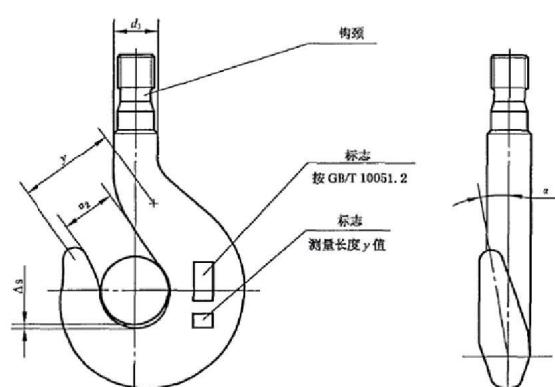
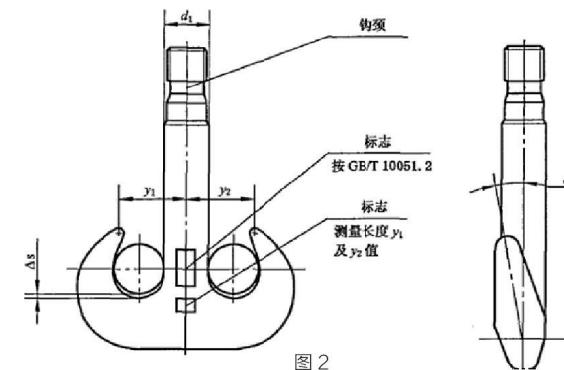

图 1
图 2
1) 钩号006~5的吊钩应检查开口尺寸 $a_2$ ，其余钩号的吊钩应检查测量长度 $y$ 或 $y_1$ 及 $y_2$ （见图1、图2），其值超过使用前基本尺寸的10%时，吊钩应报废。
2) 检查吊钩的扭转变形，当钩身的扭转角 $\alpha$ （见图1、图2）超过 $10^\circ$ 时，吊钩应报废。
吊钩的磨损量 $\Delta s$ （见图1、图2）不应超过基本尺寸（见附录C吊钩基本尺寸（ $h_2$ 、 $h$ 、 $d_1$ ））的5%，否则吊钩应报废。
1) 钩柄直径 $d_1$ （见图1、图2）腐蚀的尺寸不应大于基本尺寸（见附录C吊钩基本尺寸（ $h_2$ 、 $h$ 、 $d_1$ ））的5%，否则吊钩应报废。